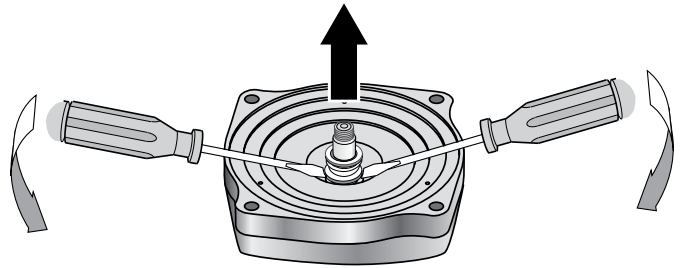

Figure 12 – Dégagement du joint
6. À l'aide de deux tournevis, comme il est illustré à la figure 12, dégager l'ensemble rotatif du joint de l'arbre.